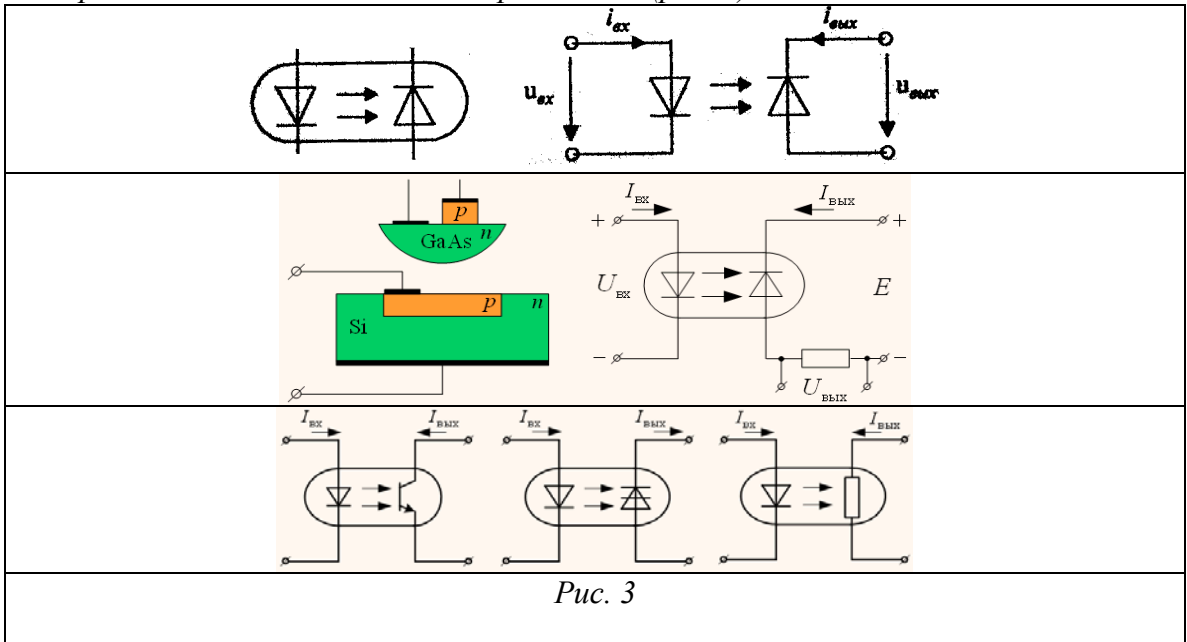

Рис. 3
3. *Оптроньы, виды, комплектность, применение (рис. 3)*